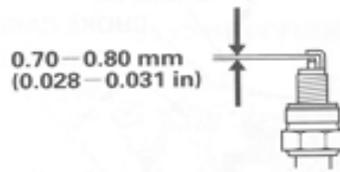

Fig. 24
- 3) Mesurez le jeu de la bougie d'allumage avec un palpeur , le jeu doit être de 0,7 ~ 0.8mm. Si un réglage est nécessaire, pliez soigneusement l'électrode latérale. (Fig.24) .